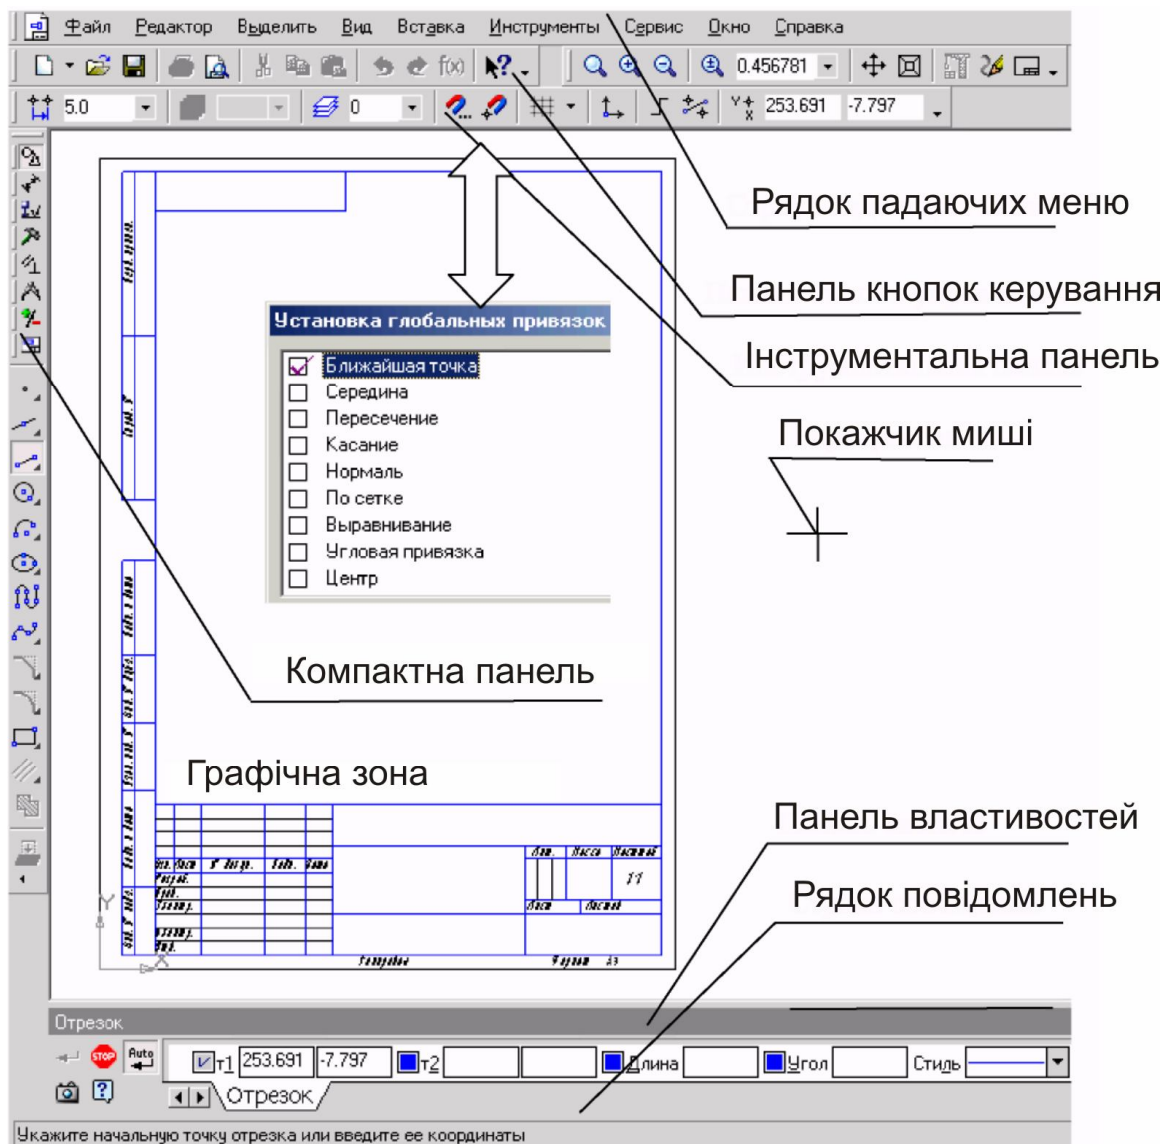

Рис. 1.6. Робоче вікно при виклику документа Креслення
1. Креслення - основний тип графічного документа в системі КОМПАС. Креслення містить графічне зображення виробу в одному або декількох видах, основний напис, рамку й завжди містить один аркуш заданого користувачем формату (рис. 1.6). Файл креслення має розширення .cdw.